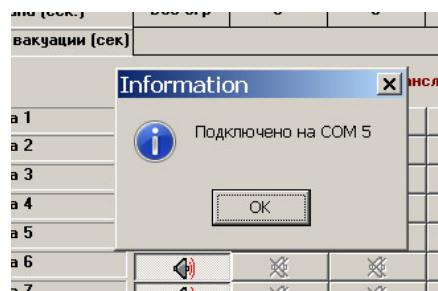

Рис. 46
- При правильном подключении появится диалоговое окно (Рис.46) с указанием на какой порт произведено подключение.